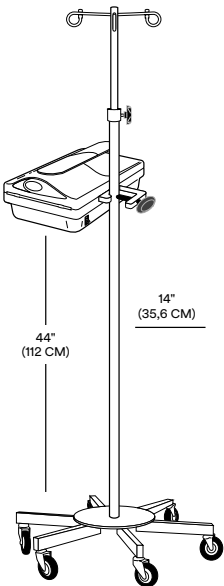

Figura 3
- Atașați unitatea de încălzire a sângelui/fluidului Ranger la suportul pentru perfuzie I.V. Strângeți bine clema suportului de perfuzie (a se vedea Figura 3).